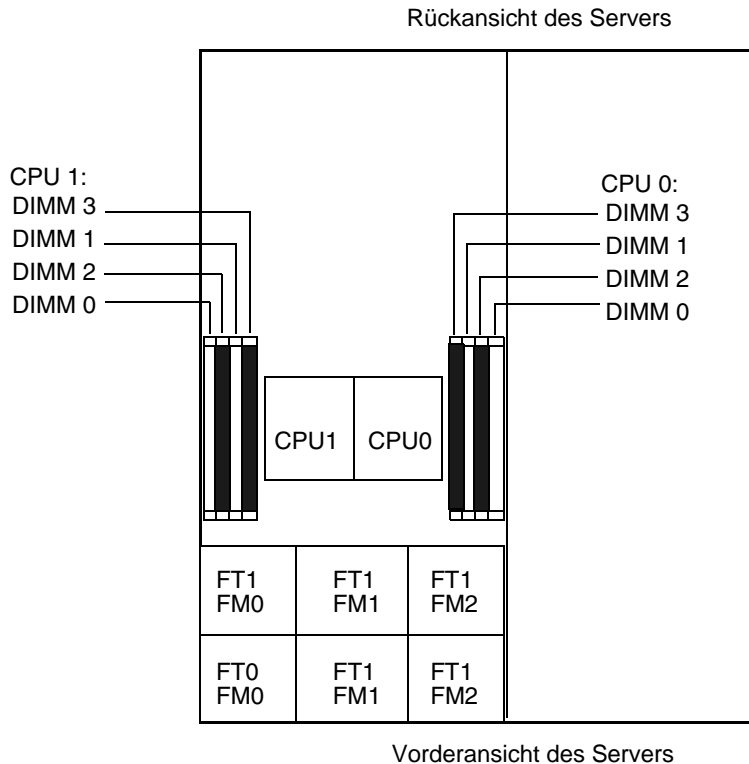

ABBILDUNG 3-39 Bezeichnung der DIMM-Steckplätze im Sun Fire X4100
Die interne Systemsoftwarebezeichnung der DIMM-Steckplätze ist in **ABBILDUNG 3-39** dargestellt.
- Die DIMM-Steckplätze sind paarweise angeordnet, und die DIMMs müssen paarweise installiert werden (0 und 1, 2 und 3). Siehe **ABBILDUNG 3-39** und **TABELLE 3-12**. Die paarweise Zusammengehörigkeit der Speicherkartensteckplätze ist an den Farben Schwarz und Weiß zu erkennen.
- Wenn für eine CPU nur ein DIMM-Paar verwendet wird, müssen diese DIMMs in die weißen DIMM-Steckplätze (0 und 1) dieser CPU eingesetzt werden. Siehe ABBILDUNG 3-39.